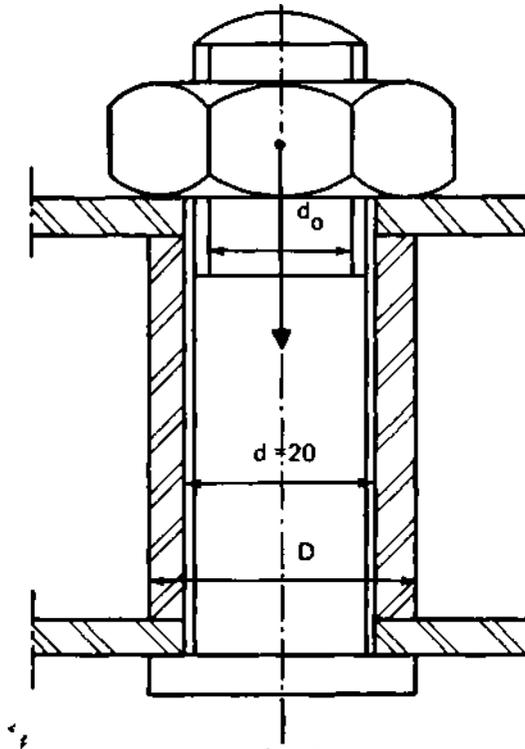

Fig. 7
6. No desenho (Fig. 7) temos uma bucha de aço ABNT 1010 com diâmetro interno $d = 20$ mm, diâmetro externo D . O parafuso é de aço ABNT 1030 e o diâmetro do fundo da rosca é d_0 .